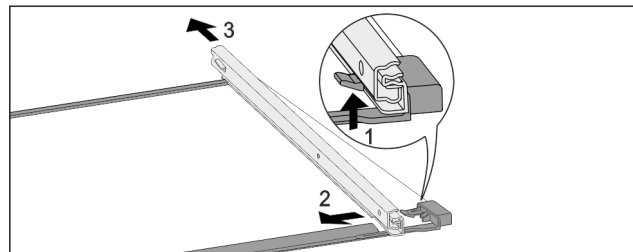

Fig. 65 Tablette en verre avec rails
- ▶ Pousser le crochet d'enclenchement avant vers le bas. Fig. 65 (1)
- ▶ Pousser le rail télescopique vers le côté Fig. 65 (2) et vers l'arrière Fig. 65 (3).